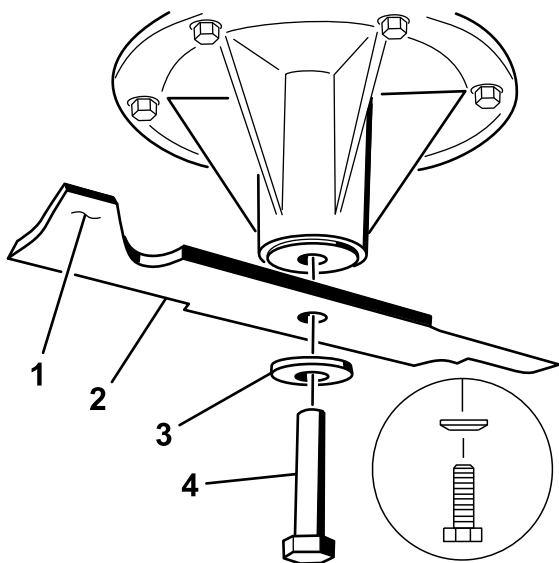
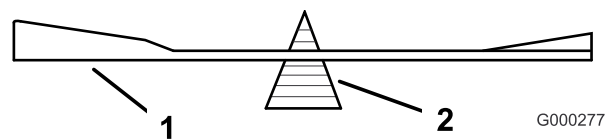

Figure 98
Figure 100
2. Enlevez de l'axe, le boulon, la rondelle bombée et la lame (Figure 98).
2. Vérifiez l'équilibre de la lame en la plaçant sur un équilibre (Figure 100). Si la lame reste horizontale, elle est équilibrée et peut être utilisée. Si la lame est déséquilibrée, limez un peu l'extrémité de la partie relevée seulement (Figure 98). Répétez la procédure jusqu'à ce que la lame soit équilibrée.